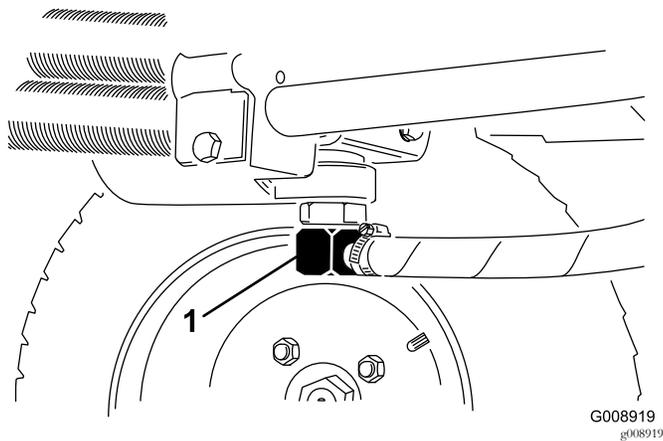
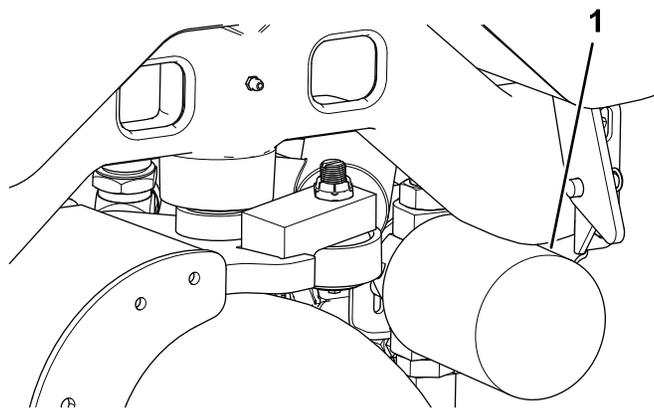

Рисунок 74
Рисунок 75
2. Отсоедините гидравлическую линию (Рисунок 74) или снимите гидравлический фильтр (Рисунок 75) и дайте гидравлической жидкости стечь в сливной поддон.
4. Поместите поддон под фильтр (Рисунок 75), а затем снимите фильтр.